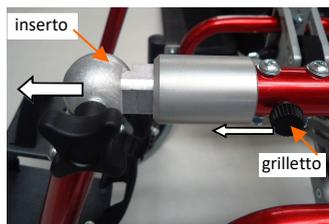

fig. 23.2: Disinserimento tubo poggia gamba
• **Disinserimento** (fig. 23.2)